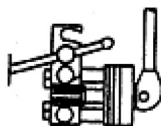

Fig. 2
- B. Consulte la **tabla** y seleccione la matriz y el punzón correspondiente para la aplicación específica. Introduzca la matriz en la ranura destinada al efecto como se indica, a saber, con la avellanadura hacia la palanca, poniéndola en contacto con las tuercas situadas en la parte trasera. **(Fig. 2)**